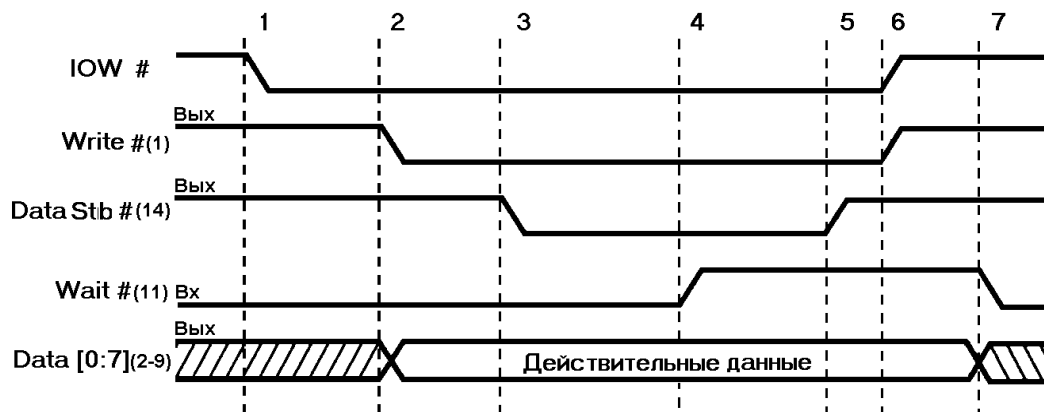

Рис. 1. Цикл записи данных EPP (все управляющие сигналы формируются аппаратно)
1. Охарактеризуйте временную диаграмму протокола интерфейса Centronics (рис.1) и особенности ее программной реализации.
Его главная особенность - прием или передача байта со стороны ПК осуществляется за одно обращение к порту (более того при 16/32 разрядном обращении принимается или передается сразу 2/4 байта соответственно). Цикл квитирования приема-передачи реализуется аппаратно. В отличие от программно-управляемых режимов (режим SPP и Bi-directional), внешние сигналы EPP порта (как информационные, так и сигналы квитирования) для каждого цикла обмена формируются аппаратно по одной операции записи или чтения в регистр данных или адреса порта. Другой отличительной особенностью EPP является возможность передачи и приема не только данных, но и адресной информации. На рис. 1. приведена диаграмма *цикла записи* данных, иллюстрирующая внешний цикл обмена, *вложенный* в цикл записи системной шины ПК (иногда эти циклы называют *связанными*). В скобках после идентификатора сигнала указан номер контакта разъема, через который проходит этот сигнал.